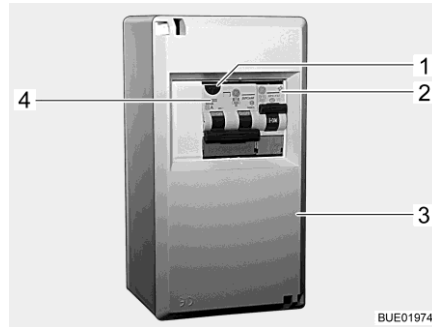
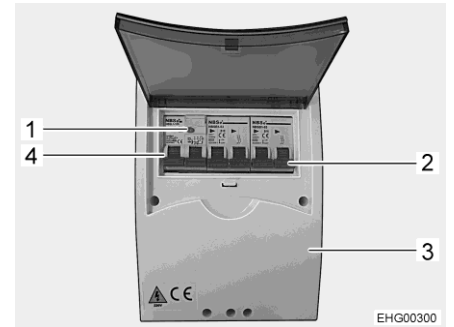

Fig. 219 Caja de fusibles de 230 V
Fig. 220 Caja de fusibles de 230 V (variante)
Un interruptor de corriente de defecto / de protección de línea combinado (Fig. 219,4 ó Fig. 220,4) en la caja de fusibles (Fig. 219,3 ó Fig. 220,3) protege al vehículo completo de corrientes de defecto (0,03 A).
En los vehículos con equipamiento especial (p. ej. la instalación de aire acondicionado), un interruptor de protección de línea adicional (10 A) (Fig. 219,2 ó Fig. 220,2) protegerá el aparato.
- Si el vehículo está conectado a la alimentación de 230 V, pulsar la tecla de prueba (Fig. 219,1 ó Fig. 220,1). El interruptor de corriente de defecto debe disparar.